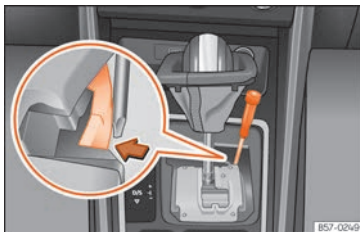

Abb. 103 Wählhebel: Notentriegeln aus der Parkstellung
- Drücken Sie seitlich mit Hilfe der flachen Seite des Schraubendrehers auf die gelbe Taste und halten Sie sie gedrückt >>> (Abb. 103).